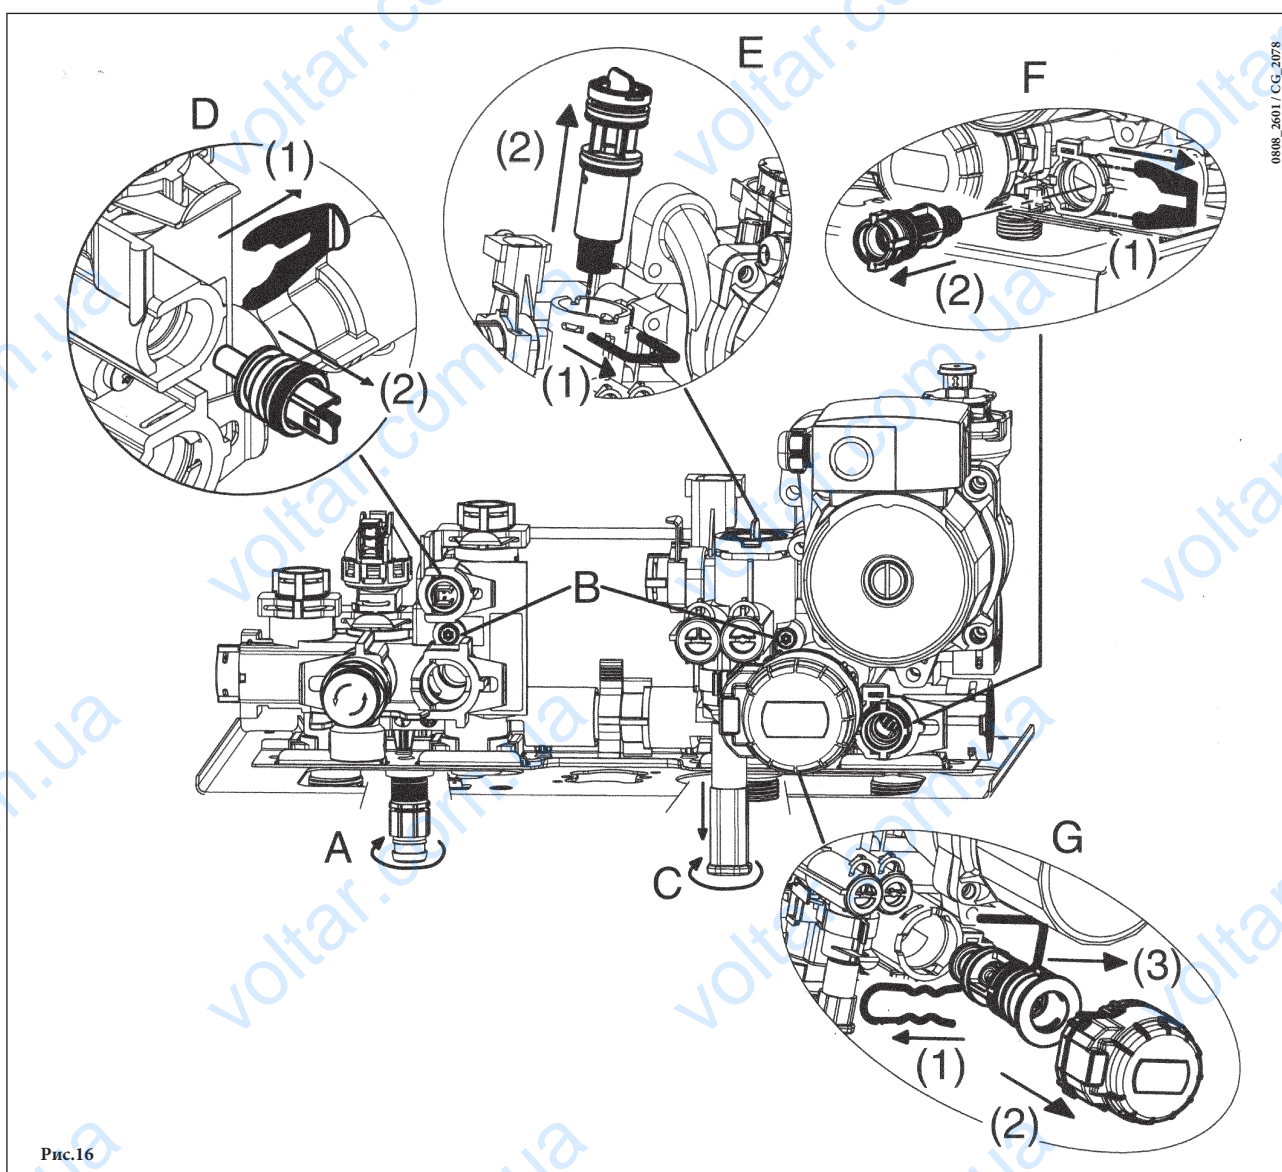

Рис.16
Фильтр на входе холодной воды системы ГВС и фильтр на обратке системы отопления располагаются внутри специальных съемных картриджей. Картридж с фильтром системы отопления располагается на возврате из системы (рис.16 F), картридж с фильтром системы ГВС располагается на входе холодной воды (рис. 16E). Для очистки фильтров действовать следующим образом:
- слить воду из системы отопления, открыв кран А (рис.16);
- для того, чтобы вынуть картридж с фильтром системы отопления, необходимо вначале снять мотор трехходового клапана (1-2G – рис.16);
- Снять зажим 1E (рис.16);
- Снять фильтр (2E рис.16).
При отсутствии специального крана необходимо демонтировать вторичный теплообменник, как описано в следующем параграфе, и очистить его отдельно. Рекомендуем очистить от известкового налета также датчик NTC системы ГВС и место его расположения ( рис.16 D).